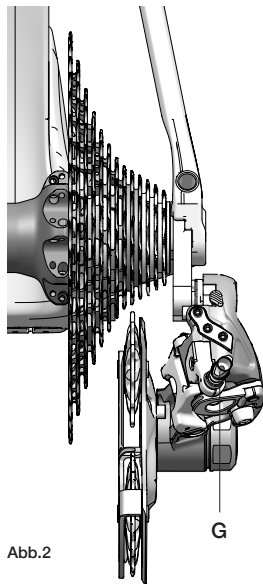

Abb.2
- wenn das obere Schaltröllchen sich rechts vom Ritzel befindet und/oder das Schaltwerk nur schwer auf das größere Ritzel aufsteigt, drehen Sie die Einstellschraube gegen den Uhrzeigersinn (losschrauben) (**G - Abb.2**), um das Schaltwerk nach innen zu verstellen